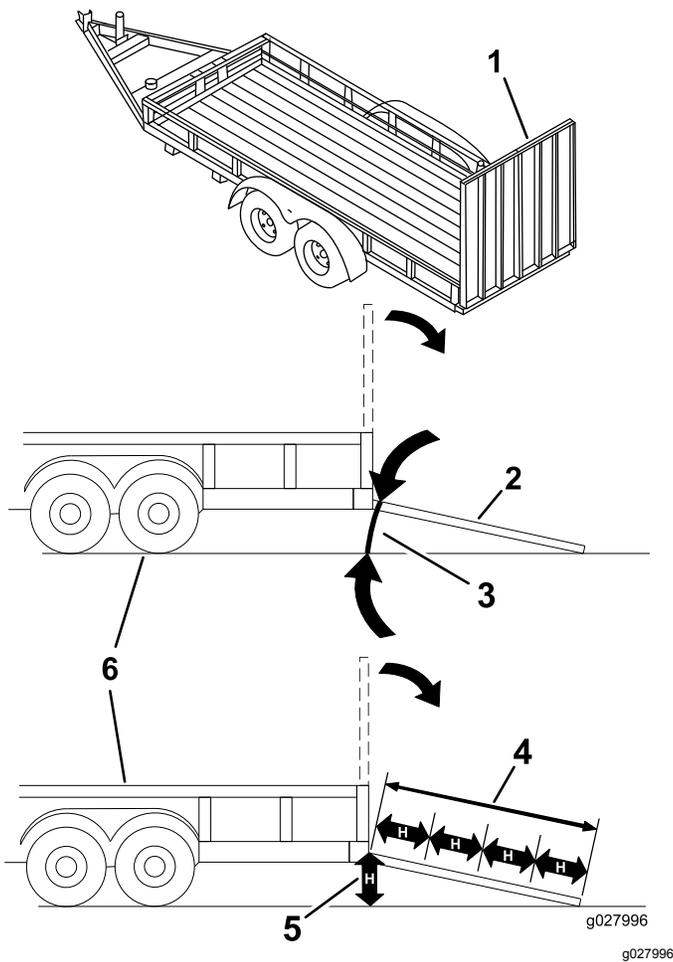

Figura 21
El cargar la máquina en un remolque o un camión aumenta la posibilidad de un vuelco y podría causar lesiones graves o la muerte (Figura 21).
1. Baje la rampa, asegurándose de que el ángulo entre la rampa y el suelo no supera los 15 grados (Figura 21).